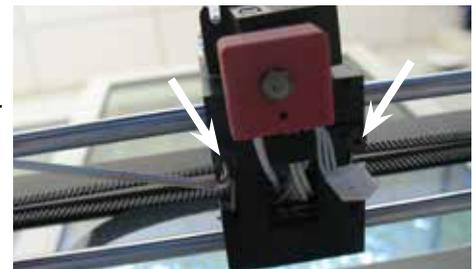

Fig. 75
- ⇒ Afloje el tornillo izquierdo de la placa de sujeción aproximadamente 1 vuelta y retire el tornillo derecho (Fig. 75).